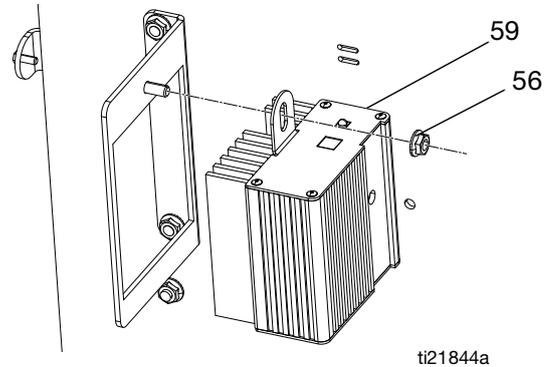

図 13
3. ヒーターシュラウド (90) と電子機器カバー (55) を外します。図 13 (46 ページ) を参照してください。
4. 温度制御モジュールのブラケットマウント固定具 (56) を緩めて取り外します。制御モジュールを持ち上げて、熱電対にアクセスできるようにします。
- a. 熱電対チップ (TT) から保護テープを外します。
- b. オスネジに PTFE テープとネジシーラントを付け、熱電対ハウジング (TH) をアダプタ (305) に締め付けます。
- c. 先端 (TT) がヒーターエレメント (307) に接するように熱電対 (310) を押し込みます。
- d. 熱電対の先端 (TT) をヒーターエレメントに当たたまま、フェルールナット (FN) を締めます (締まった後にさらに 1/4 回転加えた程度に締めます)。
9. 配線 (TW) をカートに引き回し、以前のように一束にまとめます。ボードに配線を再接続します。
10. ヒーターシュラウド (90) と電子回路カバー (55) を交換します。図 13 (46 ページ) を参照してください。
11. テストのためにヒーター ISO と RES を同時にオンにします。温度上昇は同じ速度になっている必要があります。一方のヒーター温度が低い場合は、フェルールナット (FN) を緩め、熱電対の先端 (TT) がエレメント (307) に接触するように熱電対ハウジング (TH) を締めます。